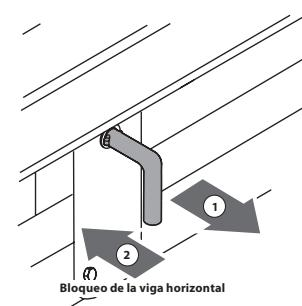

Figura 15
- El bloqueo de la vigueta horizontal se trabó automáticamente. El bloqueo a resorte encaja a presión en su lugar cuando la vigueta se baja a esta posición. Vea la Figura 15.